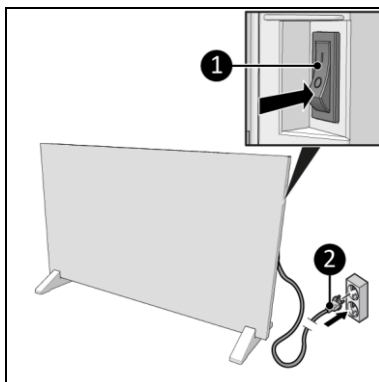

Figure 14
2. Assurez-vous que le commutateur ON/OFF est en position OFF (figure 14, pos. 1).
3. Insérez la fiche d'alimentation (figure 14, pos. 2) dans une prise murale reliée à la terre et facilement accessible. Utilisez une prise murale mise à la terre d'une puissance minimale de 2500 watts.